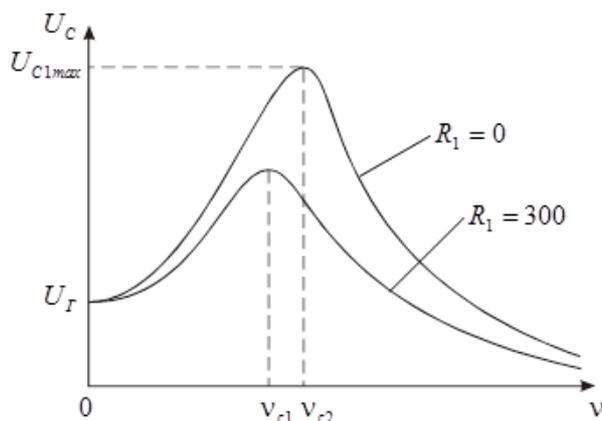

Рис. 10.10
6. Построить графики зависимости $U_C = f(\nu)$ для случаев $R_1 = 0$ и $R_1 = 150$ Ом (рис. 10.10).